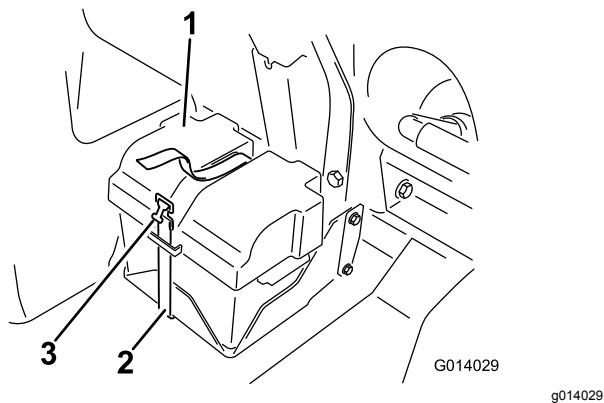

Figura 81
- Rimuovete il coperchio della batteria e scollegate il cavo di messa a terra negativo (nero) dal polo della batteria (Figura 81).
4. Montate il coperchio della batteria e fissatelo con la cinghia rimossa in precedenza (Figura 81).